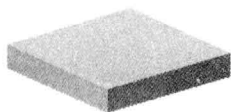

图 3.2.23 长方体特征
- Step 2** 创建图 3.2.23 所示的基本长方体体素。
(1) 选择命令。选择下拉菜单 **插入(I) → 设计特征(F) → 长方体(B)** 命令，系统